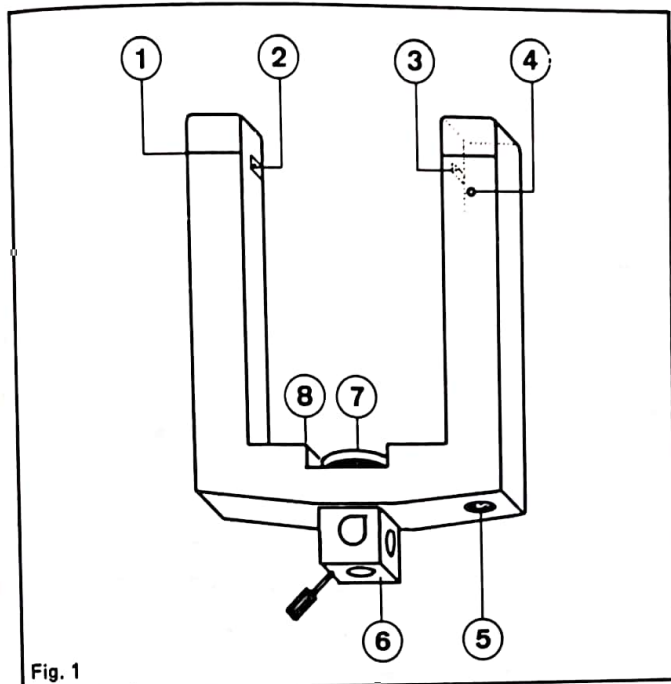

Fig. 1
FIG. 1 Dispositivo per lo studio della relazione fra spazio s e tempo t per una sfera in caduta libera e per la determinazione della sua velocità istantanea in quattro posizioni del percorso di caduta.
Costruire il dispositivo sperimentale di fig.1 nel modo seguente:
- 4.5° Spostando il morsetto (b) sistemare la sfera, come in fig.1, 20 cm sopra il primo traguardo luminoso (impiegare l'indice scorrevole sull'asta graduata).
(Risultato: indicazione sul display come è indicato in fig.1 -particolare 2).
2 DESCRIZIONE, DATI TECNICI (fig.1)